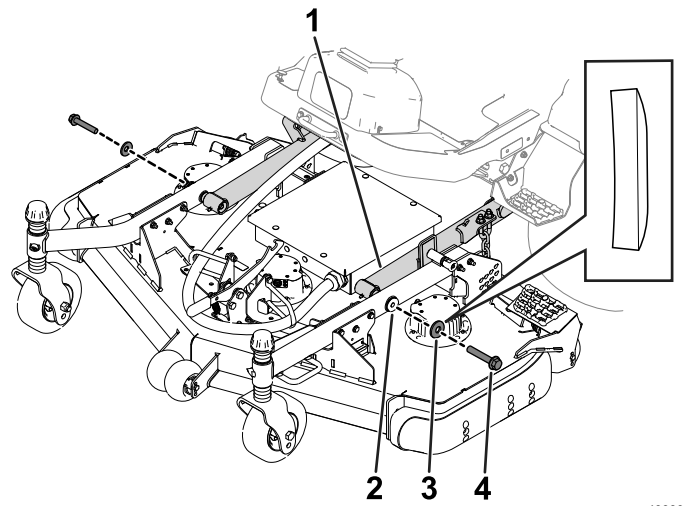

Figure 18
4. Retirez les boulons et rondelles qui fixent les bras de levage aux bras pivotants (Figure 18).